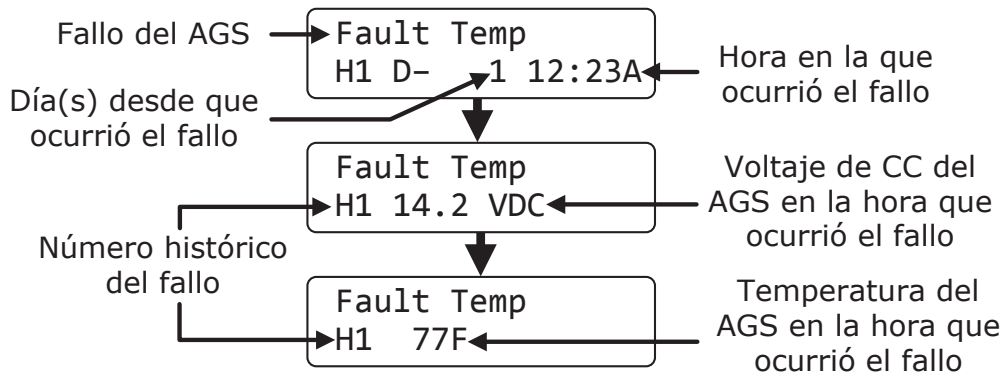

Ilustración 7-1, Elementos de Menú del Historial de Fallos del AGS
- **04B AGS Faults** (Fallos AGS) – Este menú muestra un historial de los últimos nueve fallos del AGS. Información para cada visualización de fallo, del fallo más reciente (H1) a los primeros/últimos fallos registrados (H2 hasta H9). Consulte la Ilustración 7-1 a continuación.